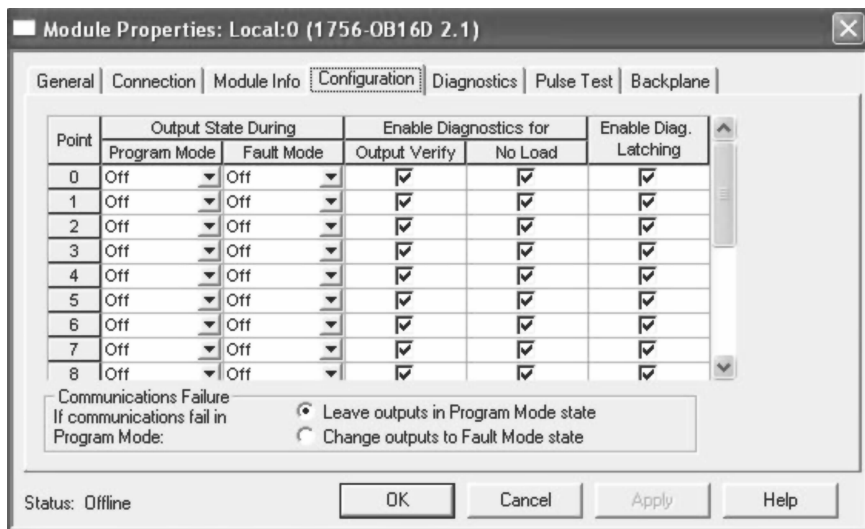

图 2-12 打开的数字量模块组态参数选项卡
18. 在“模块属性”（Module Properties）页面中选择“组态”（Configuration）选项卡。出现的组态数据是 1756-OB16D 模块所特定的，如图 2-12 所示。